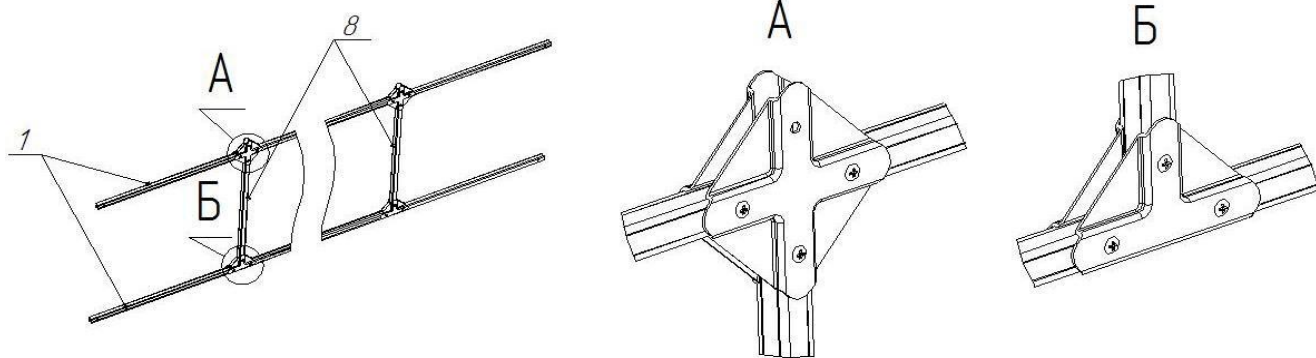

Рис. 2
- 6.2 Подготовьте к сборке боковые элементы теплицы, состоящие из боковых стрингеров 1 и надставок дуги 8 (рис. 2). Длина теплицы определяется количеством стрингеров, собранных в один продольный элемент (для 4 метровой теплицы 2 стрингера, для 6 метровой три стрингера, для 8 метровой 4 стрингера). Стыковка стрингеров производится при помощи косынок.